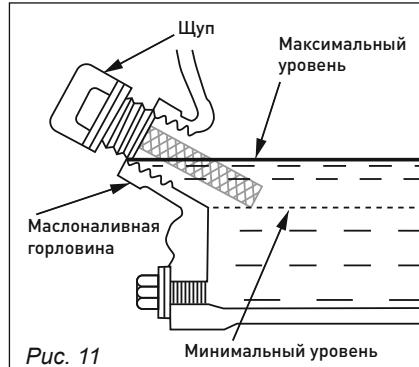

Рис. 11
- Открутите пробку горловины для заливки масла в картер (рис. 11).
Залейте моторное масло (заправочный объем см. таблицу п. 2 «Технические характеристики»), произведите визуальную проверку уровня масла, при правильном уровне моторное масло должно доходить до края резьбы заливной горловины (рис. 11).